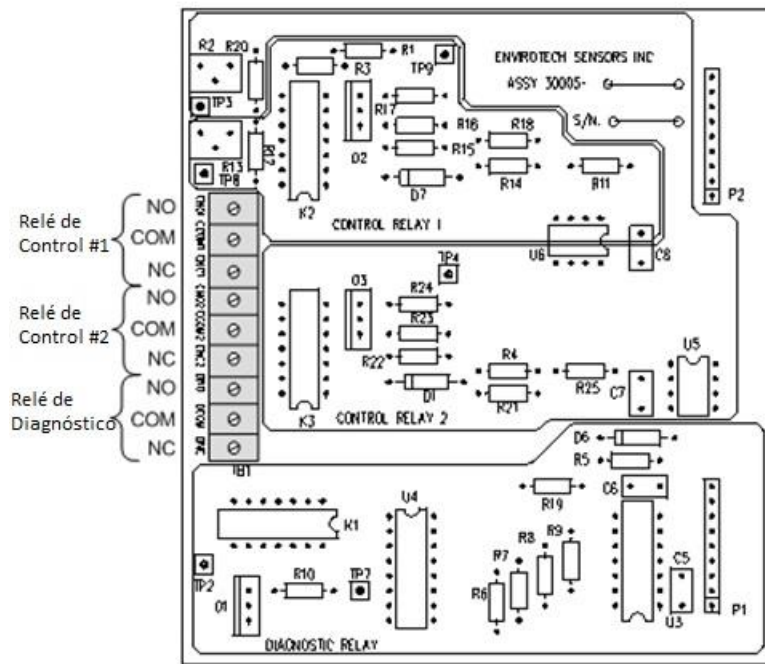

Figura 2.3.3-1 Conexión de la salida de relé de diagnóstico
3. Para la opción de relé de control 1 (sensor 73000xC). Pelar ~6mm (1/4 pulgada) de aislamiento de cada uno de los dos hilos y conectarlos a TB1 utilizando la información de la Tabla 2.3.3-1 y la Figura 2.3.3-1. Nótese que solo los terminales marcados con el prefijo "C" se utilizan para la salida del relé de control.
4. Para la opción de relé de control 2 (Sensor 73000xE). Pelar ~6mm (1/4 pulgada) de aislamiento de cada uno de los dos hilos y conectarlos a TB1 utilizando la información de la Tabla 2.3.3-2 y la Figura 2.3.3-2. Nótese que solo los terminales marcados con el prefijo "C" se utilizan para la salida del relé de control.
5. Para la opción de relé de diagnóstico (Sensor 73000xD). Pelar ~6mm (1/4 pulgada) de aislamiento de cada uno de los dos hilos y conectarlos a TB1 utilizando la información de la Tabla 2.3.3-3 y la Figura 2.3.3-3. Nótese que solo los terminales marcados con el prefijo "D" se utilizan para la salida del relé de diagnóstico.